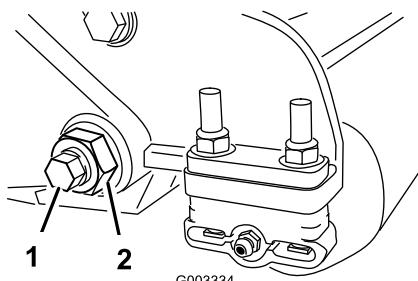

Figura 26
3. Desaperte a porca de bloqueio que segura a cavilha da barra de apoio, em cada um dos lados da máquina (Figura 26).
4. Remova cada uma das cavilhas da barra de apoio, de modo a permitir puxá-la e retirá-la da máquina (Figura 26). Guarde as duas anilhas de nylon e a